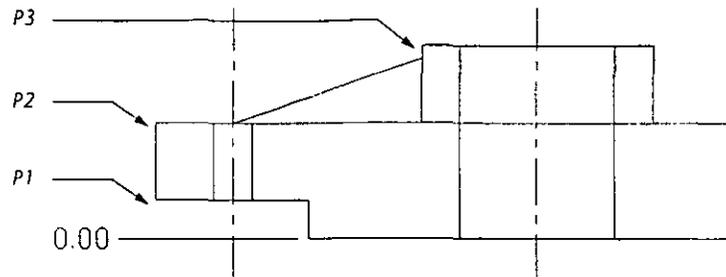

Figura 6-31. Vista lateral del soporte con los puntos de selección para la dimensión Y-Datum
- Complete las dimensiones de ordenadas Y-Datum para las intersecciones, como muestran P2 y P3 en la Figura 6-31.